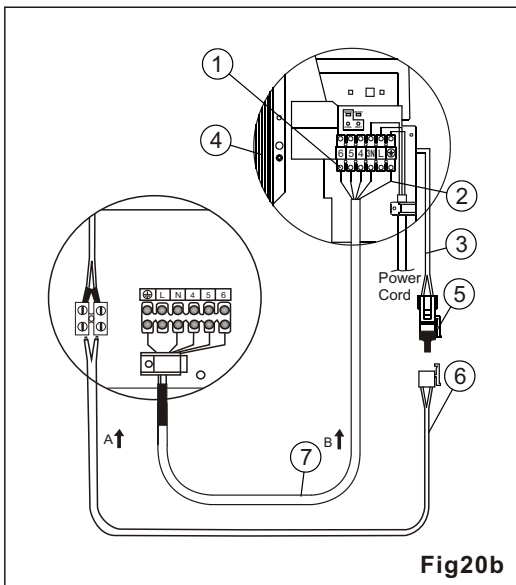
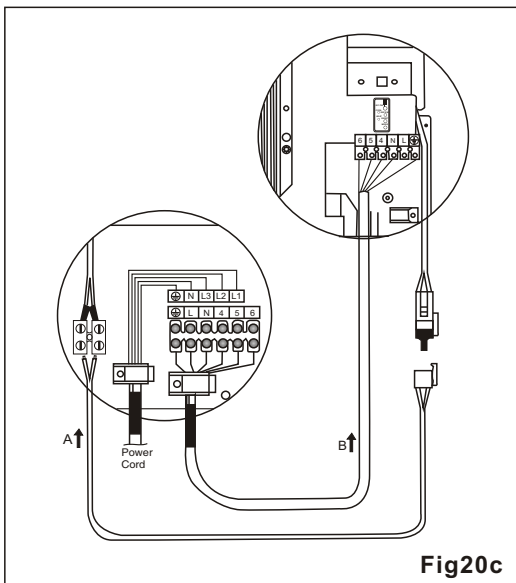
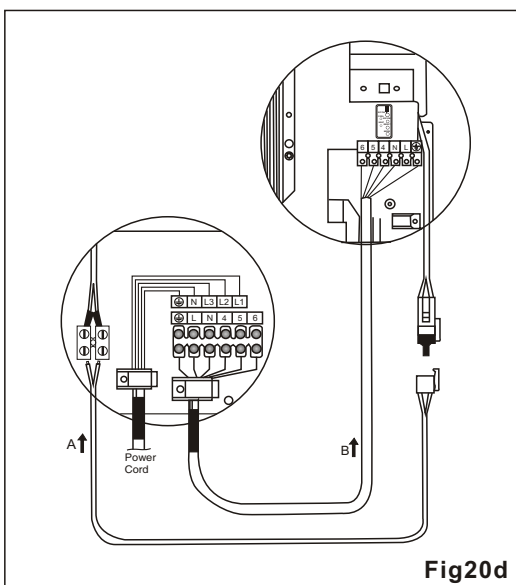

Fig.20b (WNG 18 1PH)
Fig.20c (WNG 18 3PH)
Fig.20d (WNG 24 1PH)
3. Connectez les extrémités du câble aux terminaux des éléments intérieur et extérieur, comme indiqué à la fig. 20a, fig. 20b, fig. 20c.
4. Pour les éléments à capacité de réfrigération jusqu'à une entrée de 3,5 Kw. (11900 btu/h), formez une boucle et raccordez le fil jaune/ vert (2) au terminal de terre de l' élément d'intérieur, comme indiqué à la Fig.20a, Fig.20b, Fig.20c, Fig.20d, Fig.20e, Fig.20f.